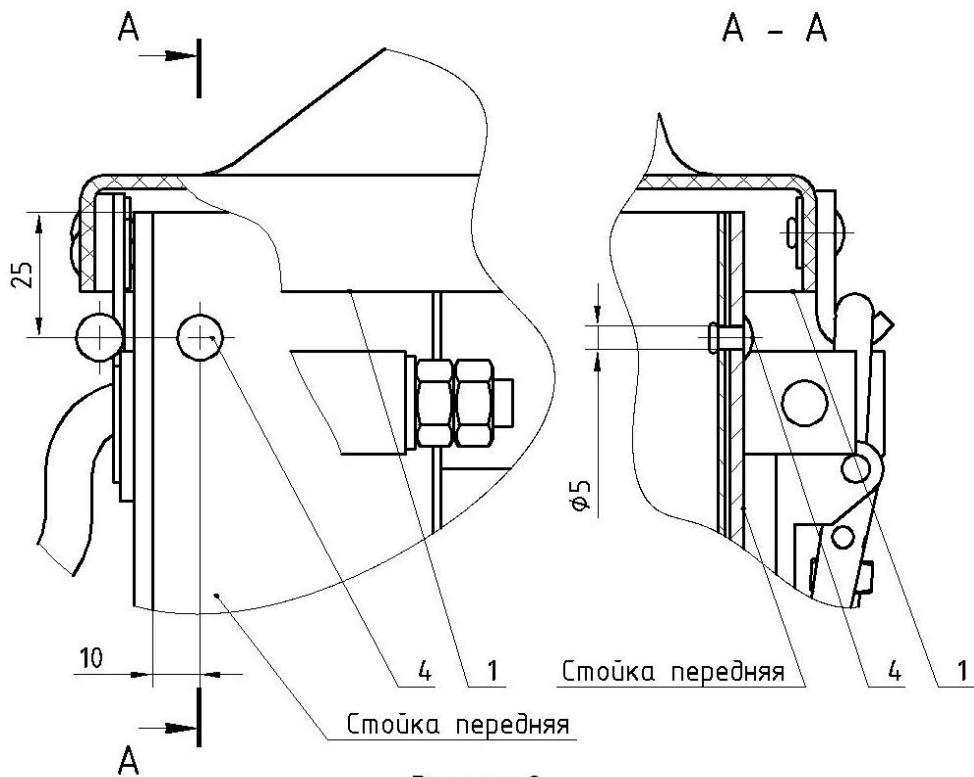

Рисунок 2.
7. Просверлить отверстия  $\phi 5$ мм и зафиксировать передний борт прицепа вытяжными заклепками 4 (рис.2).
8. Прикрутить верхние шаровые шарниры 3.2 (рис. 2 сечение А-А).